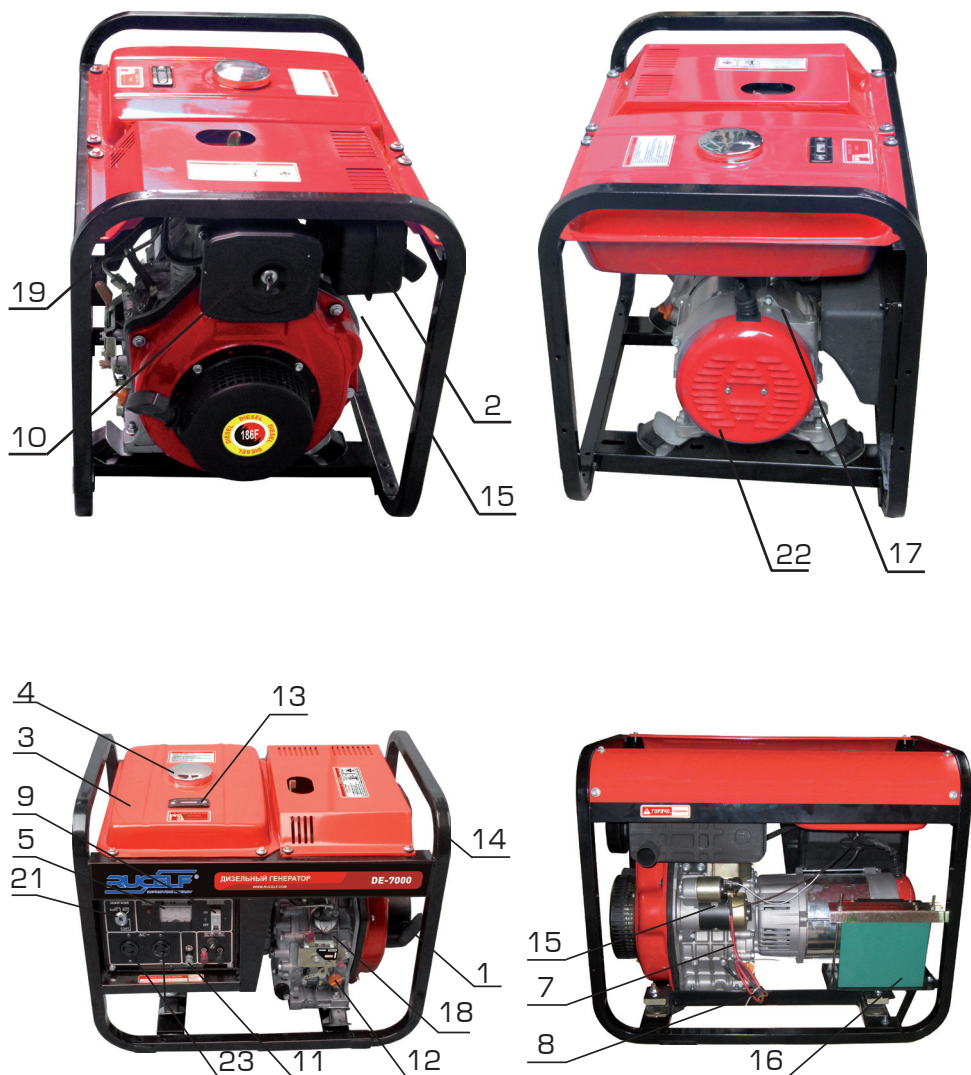

Рис. 1
3.1. Перечень составных частей изделия (рис. 1).